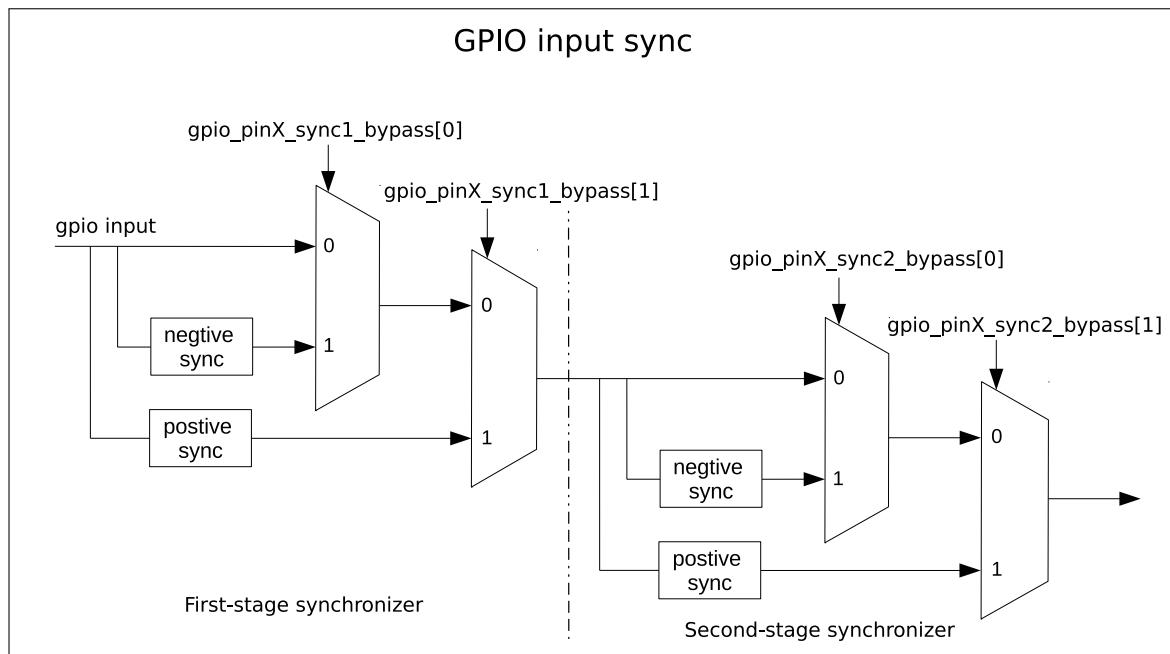

图 5-2. GPIO 输入经 clock 上升沿或下降沿同步
GPIO SYNC 模块的功能如图 5-2 所示。其中，negative sync 为 GPIO input 经过 APB clock 的下降沿同步，positive sync 为 GPIO input 经过 APB clock 上升沿同步。
- 如图 5-2 所示，配置 `GPIO_PIN X _SYNC1_BYPASS` 使能输入信号第一拍为上升沿或者下降沿同步。
- 如图 5-2 所示，配置 `GPIO_PIN X _SYNC2_BYPASS` 使能输入信号第二拍为上升沿或者下降沿同步。